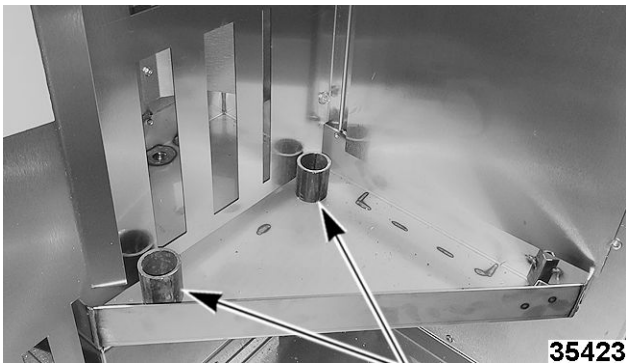
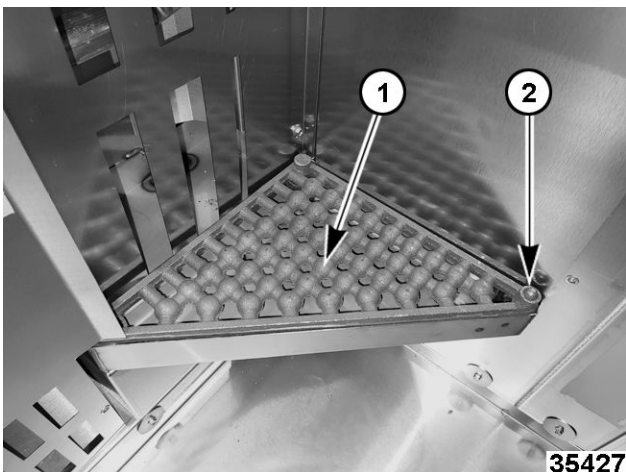
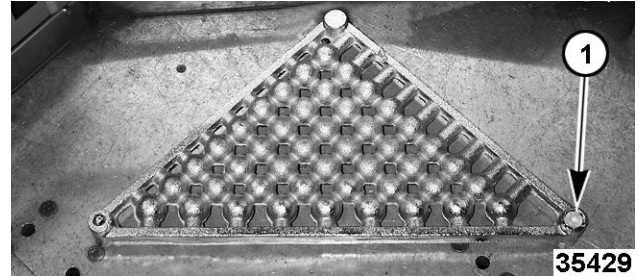

Fig. 39
Fig. 40
Fig. 41
REMARQUE: Pour les fours OV520G1, placez l'ensemble boule de vapeur (1, Fig. 40) sur les entretoises (Fig. 39) pour obtenir la bonne hauteur.
3. Le prochain assemblage de boule de vapeur doit être mis en place en correspondance avec le montant femelle (1, Fig. 41) avec le montant mâle (2, Fig. 40) de l'assemblage précédent (total de 20 sections pour OV520G1 à installer).